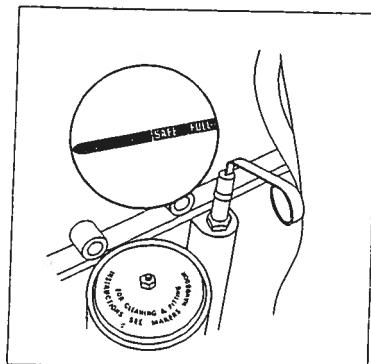

Fig. 6 Motorenens peilepinn
- Trekk peilepinnen opp (fig. 6) og tørk av den med en ren fille.